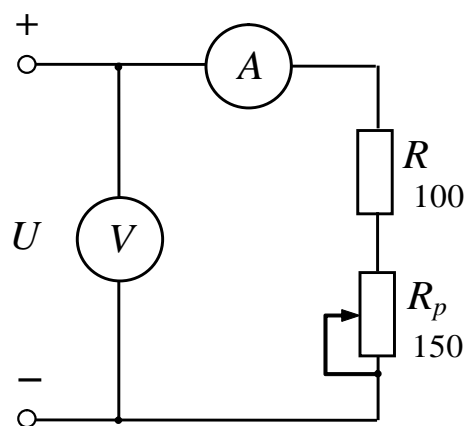

Рис. 5
2. Собрать схему (рис. 5). Предварительно выбрать амперметр с необходимым пределом измерения, полагая напряжение  $U=70$  В.
5. Для схемы (рис. 5) при рассчитанных параметрах источника определить сопротивление резистора  $R_p$  и ток в цепи, при котором напряжение на нем равно  $U_{R_p} = 20\text{В}$ .